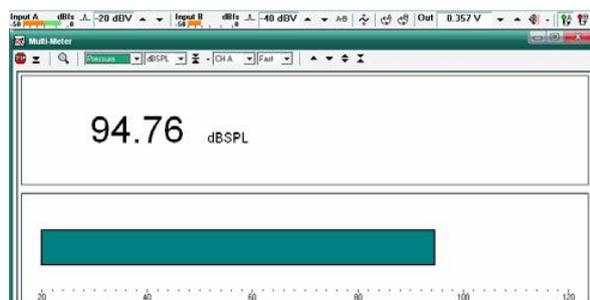
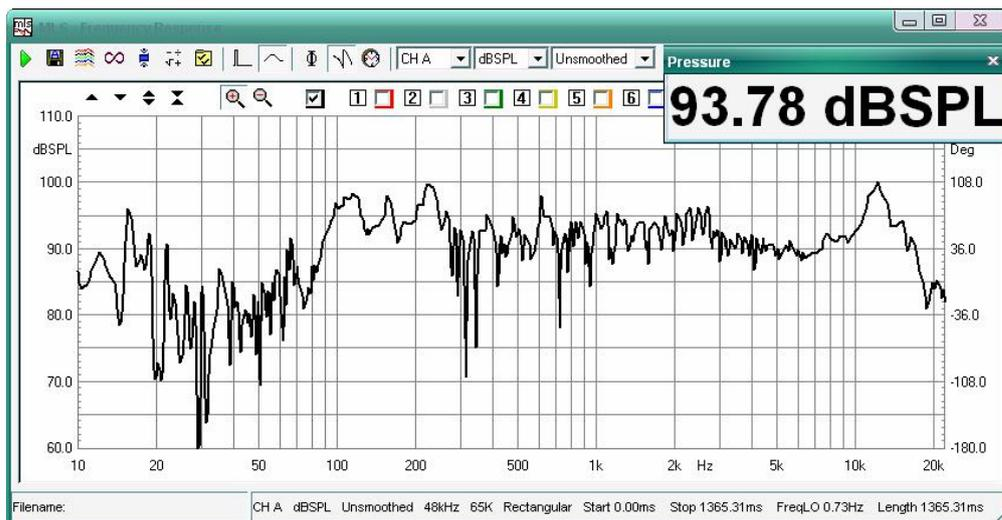

图9-11
图9-12
快捷图标进入MLS&LogChirp 测量面板如图9-11，按或Go 键完成该被测测试扬声器的频率响应测试，如图9-12。
3) 从图9-11 测量出的频率响应, 不难发现测试房间并非消声室且中低频存在着反射干扰。之前已经介绍过MLS 模式是通过输入一脉冲信号到被测量系统, 通过变换输出一等效脉冲信号进行FFT 运算得到被测量系统频率响应。所以为了获得真实的扬声器频率响应, 需要进入到时域面板选择有用的脉冲信号进行FFT 运算。